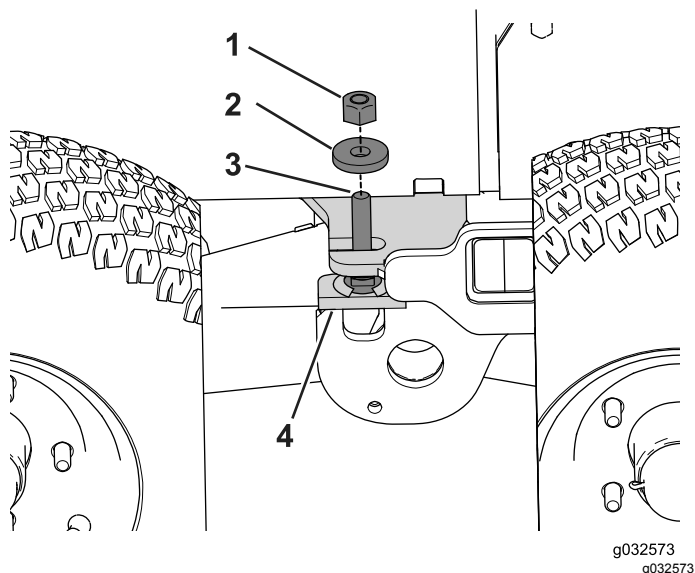

Figura 86
2. Retire la contratuerca y la arandela de la varilla roscada del tope del bogie y apártelas (Figura 86).